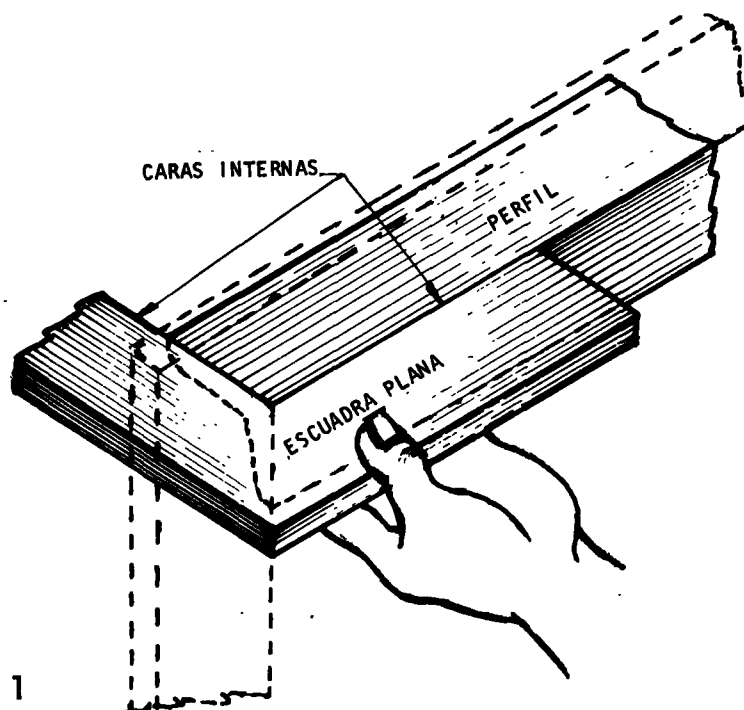

Fig. 1
- c Verifique con una escuadra que las secciones de los perfiles de los extremos a unir sean planos y perpendiculares (fig. 1).